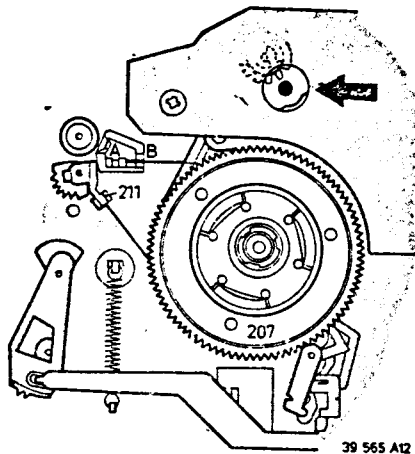

Fig. 3-1-10
- Bremsband-Block mit Pinzette entriegeln und von Position A in Position B schieben (Bremsband liegt locker um Wickelteller) Abb. 3-1-10